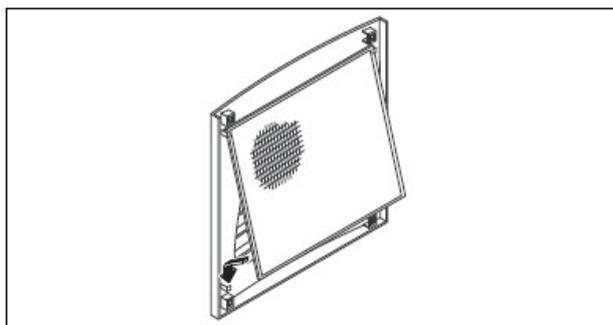

图32：安装过滤垫
- 如图32所示将过滤垫插入百叶窗格中，再将其推回到外壳上。